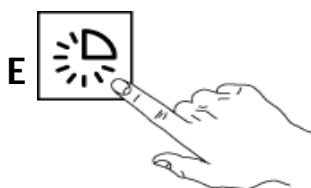

Fig.17
- 3- Appuyer le bouton "E" départ du cycle de lavage. Le voyant "F" s'allume. (Fig.17)